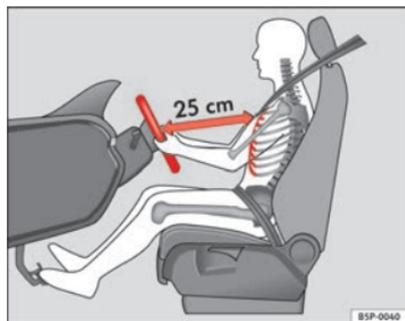

Fig. 1 Distancia correcta entre el conductor y el volante
- Ajuste el volante de modo que quede una distancia mínima de 25 cm entre el volante y el tórax ⇒ fig. 1.
- Coloque el asiento del conductor de forma que quede una distancia mínima de 25 cm entre el tórax y el centro del volante ⇒ fig. 1. Si la distancia es inferior a los 25 cm, el sistema de airbags puede no protegerle correctamente.